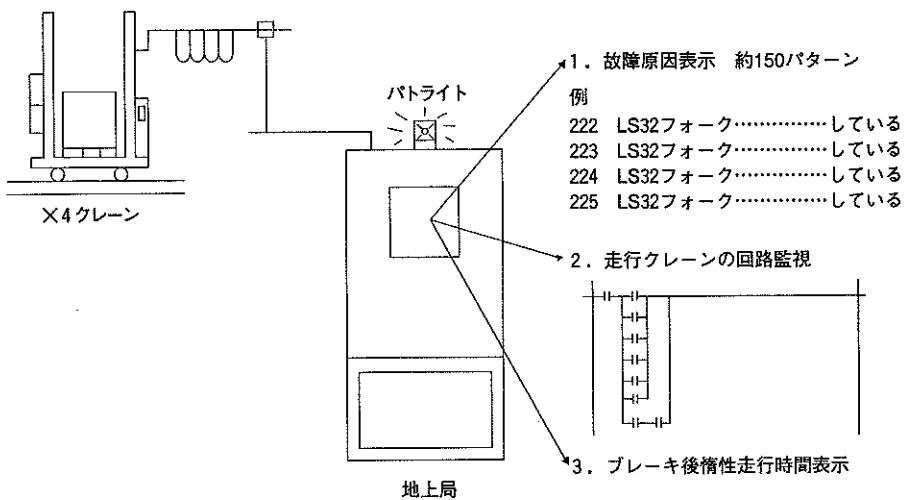

図 7
- ② トラブル原因を外部で簡単に理解出来るシステムを構築する。(図 7)